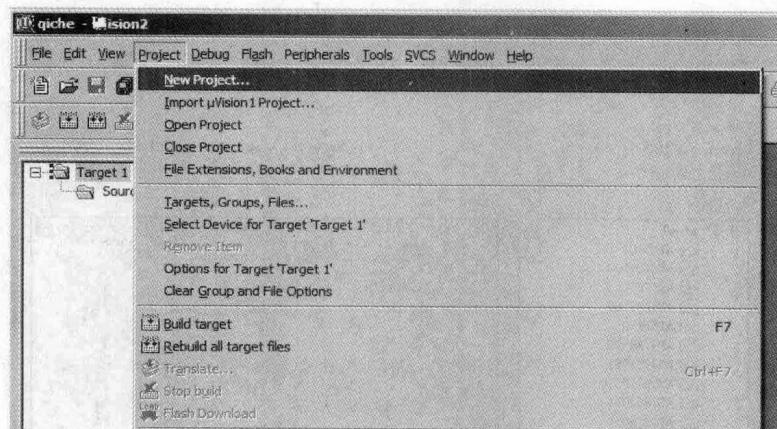

图 1-4 New Project 菜单
2) 建立一个 C 工程。点击 Project 菜单，选择弹出的下拉式菜单中的 New Project，如图 1-4 所示。